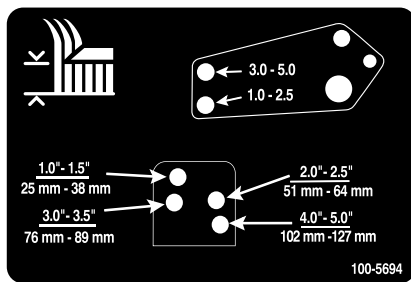

Bild 29
- Fluchten Sie die Löcher des Stoßdämpferlenkers mit den ausgewählten Löchern in der Schnitthöhenhalterung am Mähwerkrahmen aus, setzen die Lastösenbolzen ein und bringen die Splinte an (Bild 29).